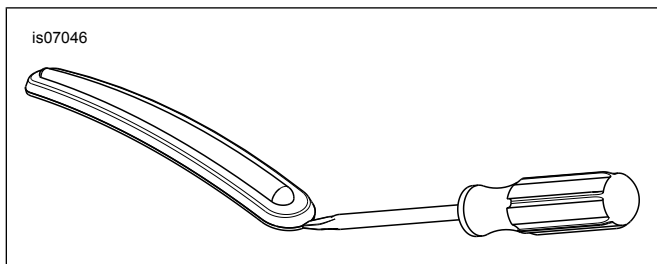

Figura 1. Rimuovere la striscia di finitura del parafrangente
- b. Vedere Figura 1. Inserire la punta del cacciavite tra la cornice cromata e la striscia di finitura di gomma.